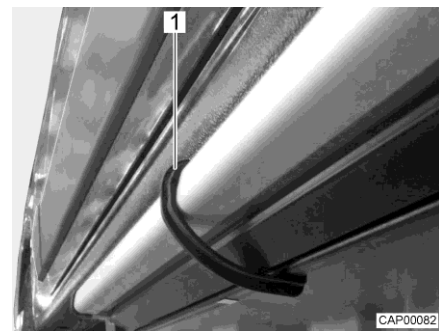

Fig. 3 Grapa de fijación (escalón de entrada)
- Retener el escalón de entrada con la grapa de fijación (Fig. 3,1) incluida de tal modo que no pueda deslizarse hacia fuera.